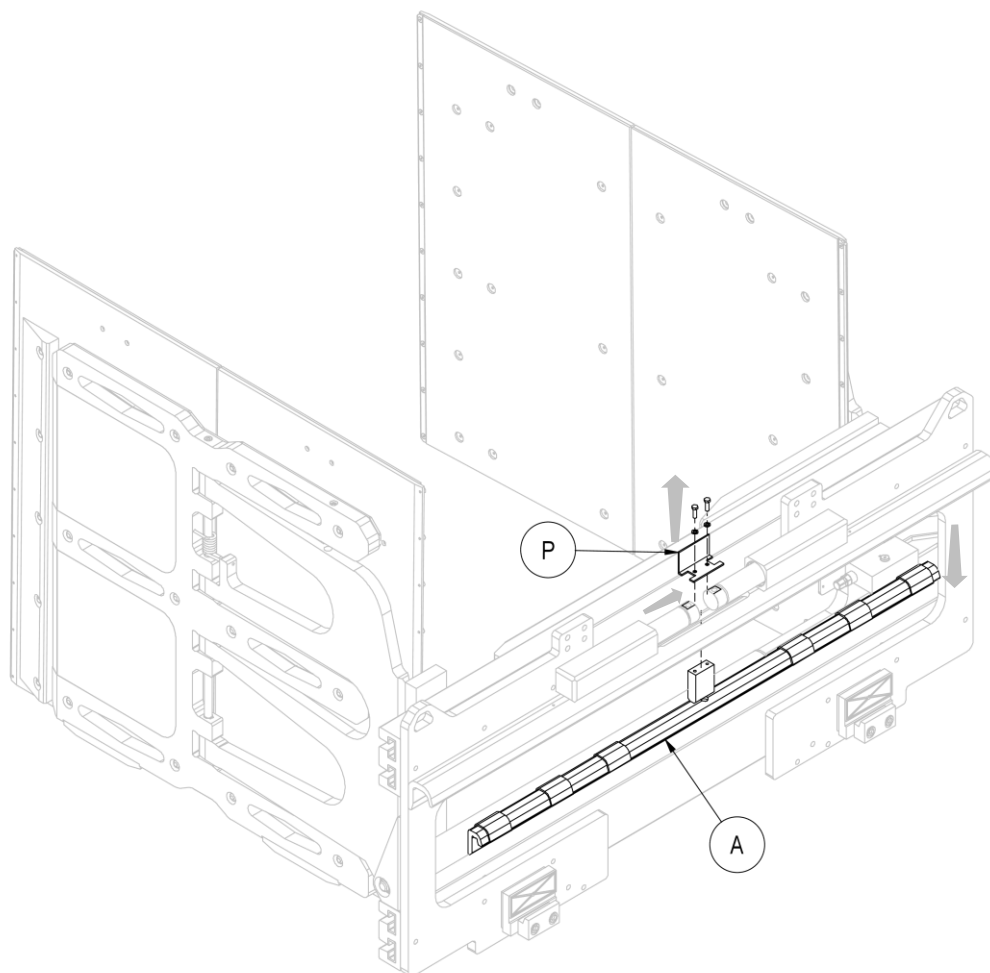
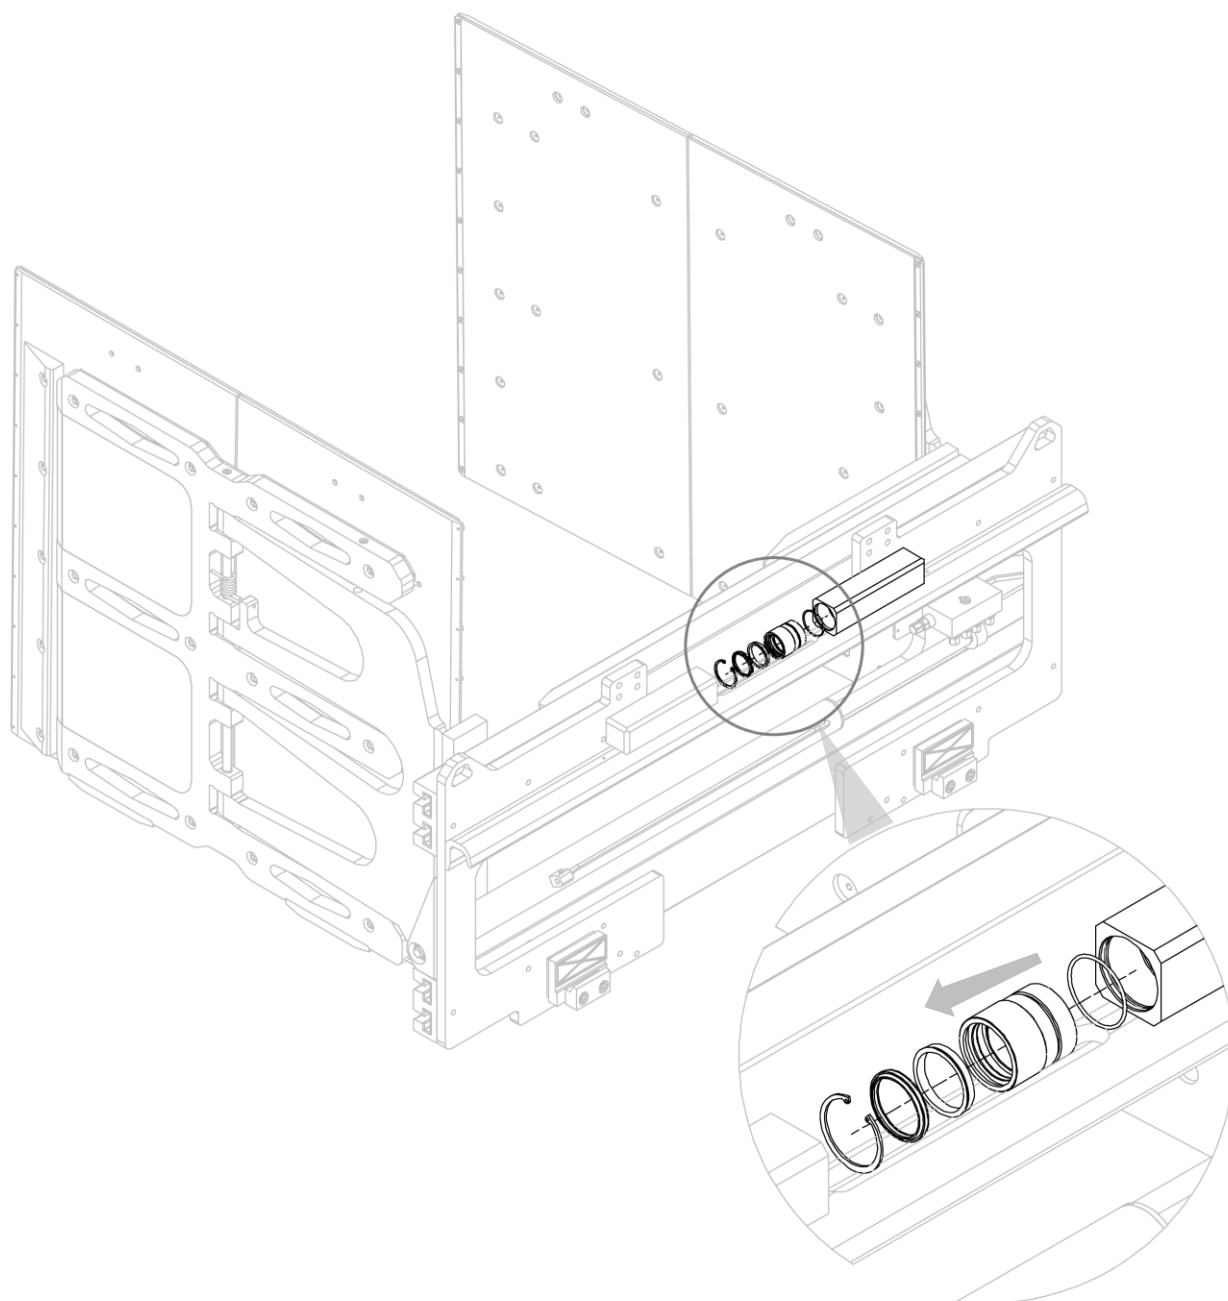

Figure 94
Figure 95
3. Extraire le double crochet (A) après avoir retiré la « tôle pliée de protection » (P) avec ses vis.
7. Se référer à la *Figure 94* et à la *Figure 95*.